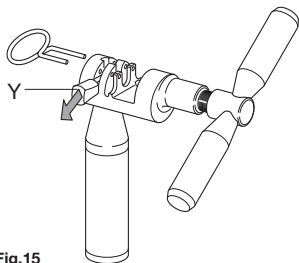

Fig.15
- Préparez l'outil **UT-CN400** en positionnant la languette en position de fermeture (Y - **Fig. 15**).